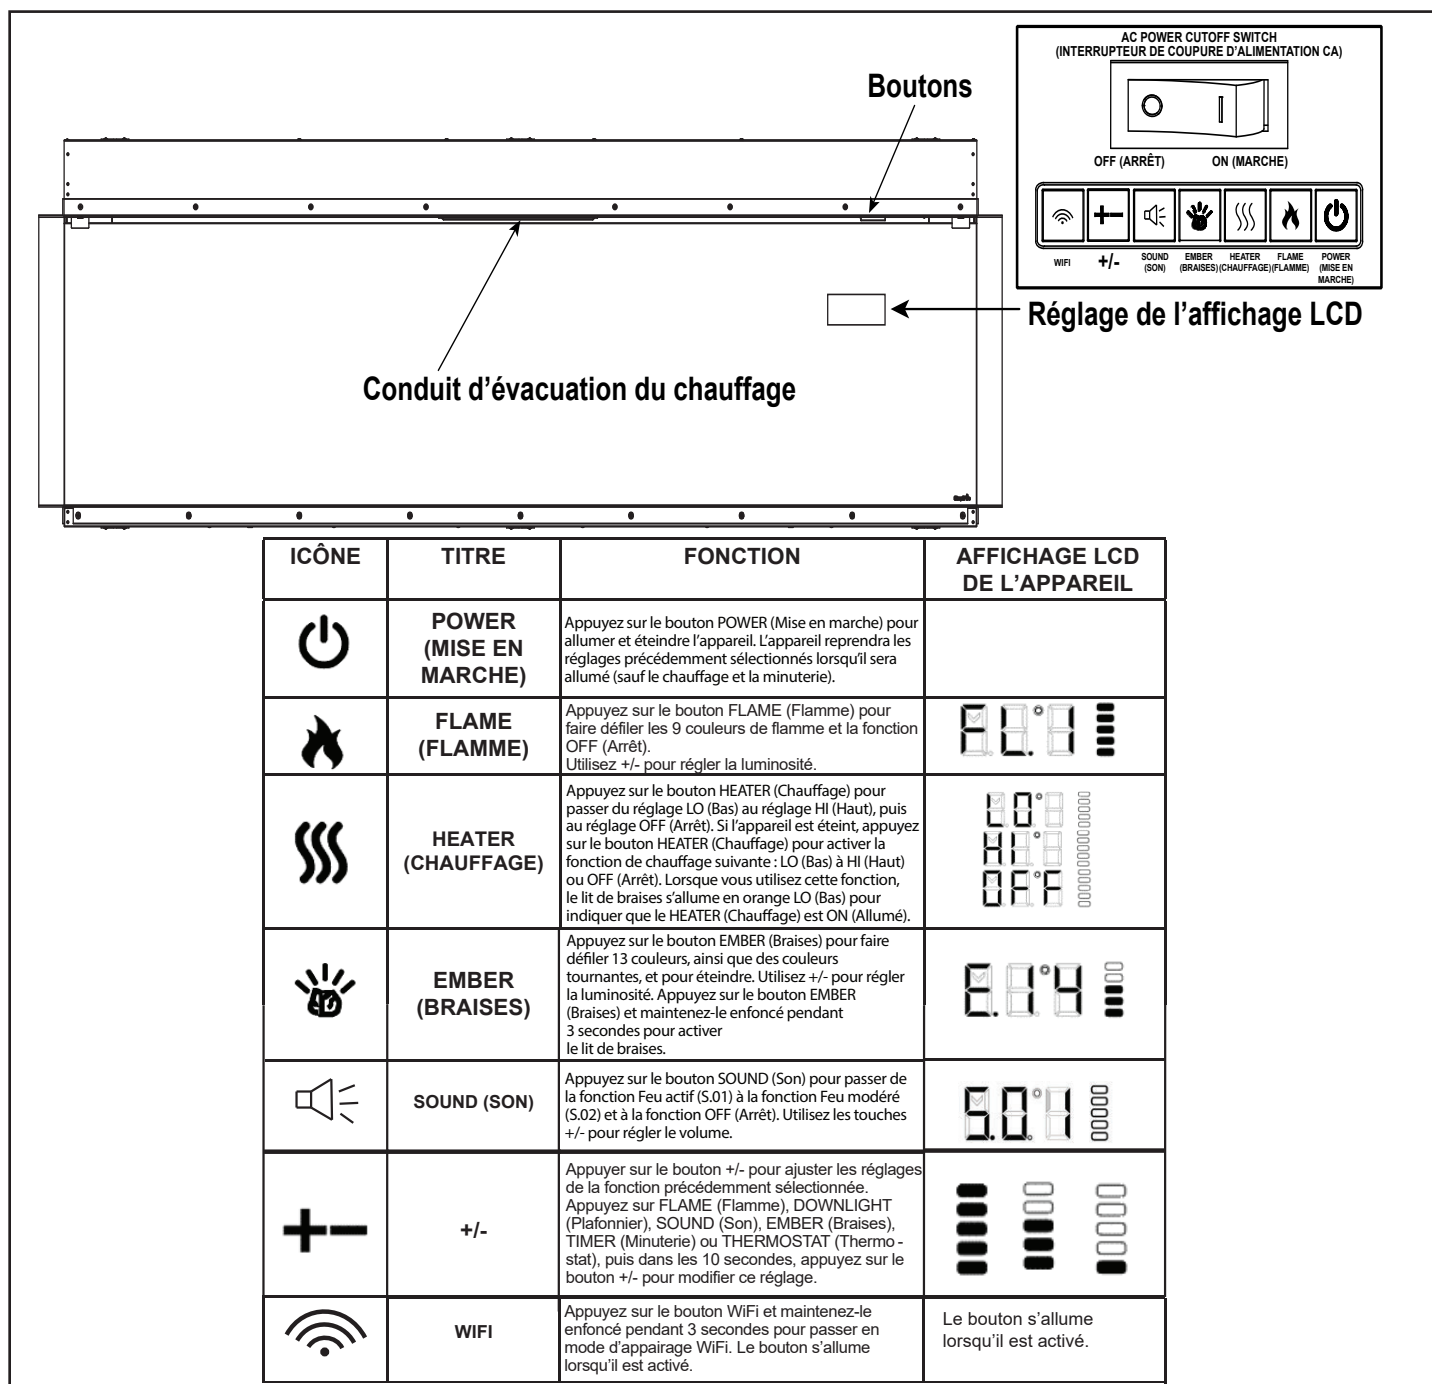

Figure 5.1 Interrupteurs à commande manuelle et voyants lumineux
Une fois le disjoncteur activé, l'interrupteur principal peut être réglé sur « ON ». Un bip doit être entendu après la mise sous tension initiale. Voir la figure 5.1.
- La télécommande utilise la fréquence radio et n'a pas d'exigence particulière en matière de champ de vision. Voir la figure 5.1.